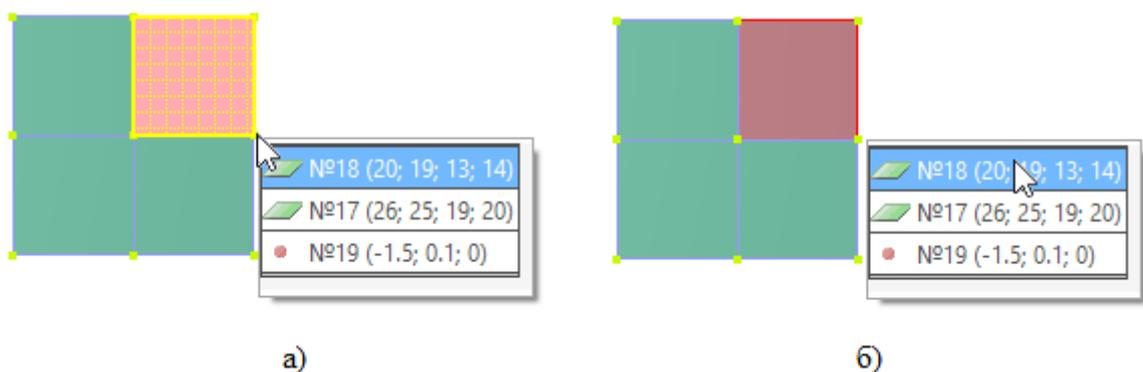

Рисунок 2.140 Одиночный выбор
3. Точечным указанием курсора мыши выберите узел (рисунок 2.140).
В область курсора попадает несколько объектов. В предложенном диалоговом окне выберите объект. Выбранный объект подсвечивается как в самом списке, так и на схеме (рисунок 2.140 а). Для выделения объекта на схеме выберите двойным кликом объект из списка (рисунок 2.140 б).